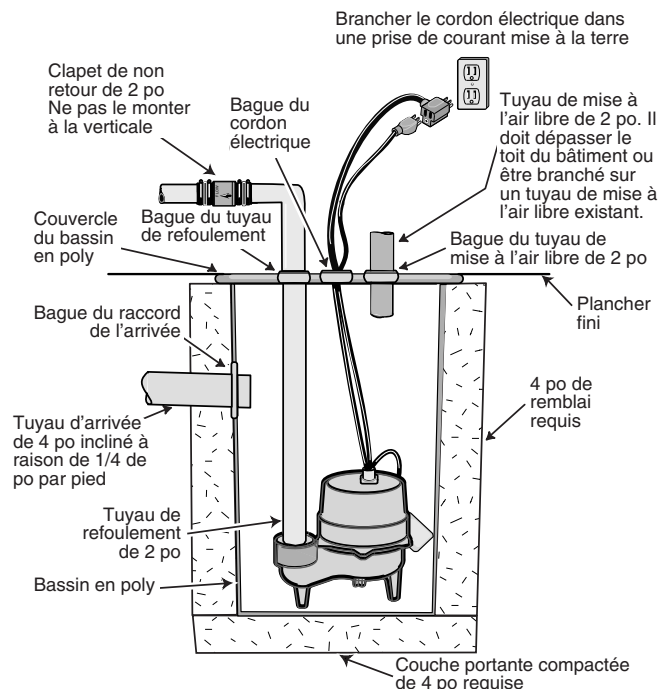

Figure 1 - Installation type
1. Creuser le trou nécessaire pour la pose du bassin des eaux usées et la couche portante sur laquelle il reposera. Le trou doit être suffisamment profond de façon que le haut du bassin affleure la partie supérieure du plancher lorsqu'il sera collé. Se reporter à la Figure 1 ci-dessous.
12. Brancher le clapet de non retour de 2 pouces sur la partie horizontale du tuyau de refoulement. Se reporter à la Figure 1. S'assurer que la flèche indiquant le sens du débit frappé sur le clapet de non retour est orientée à l'opposé de la pompe. Ce clapet de non retour empêchera l'eau de retourner dans le bassin lorsque la pompe ne fonctionnera pas.